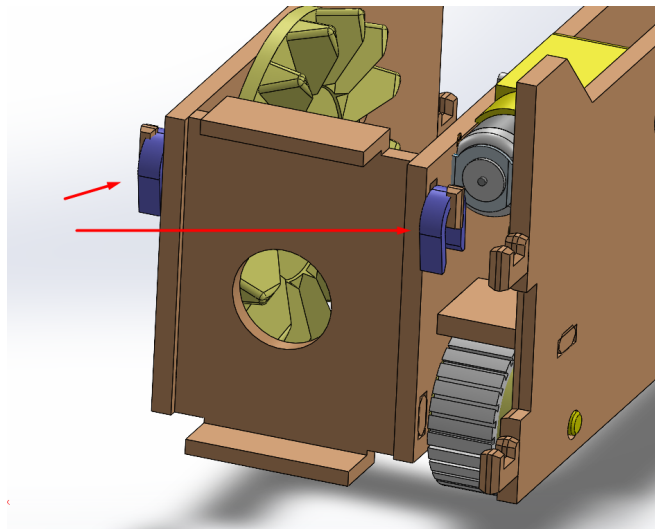

FIGURE 5
**ÉTAPE 5 :** Dans cette cinquième étape, nous prenons le résultat de l'ÉTAPE 4 et utilisons deux broches numérotées 23, la version la plus fine des broches doit être utilisée ici comme on peut le voir dans la figure 5.